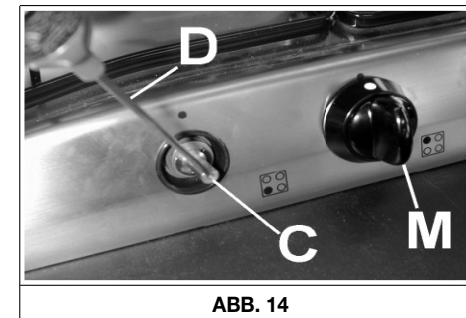

ABB. 14
- Ziehen Sie mit einfachem Druck den auf den Hahn aufgesteckten Drehschalter "M" (Abb.14) ab.
- Führen Sie einen kleinen Schraubenzieher "D" in die Öffnung "C" (Abb. 14) und drehen Sie die Drosselschraube nach links oder rechts, bis die Brennerflamme auf eine annehmbare Minimalposition reguliert ist.